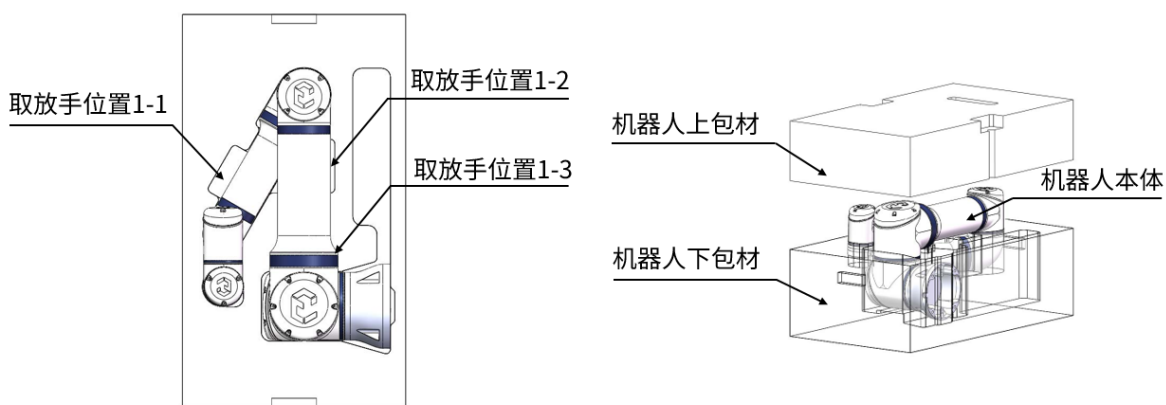

图 6-1: 机器人打包图
- CS618 机器人的打包姿态角度是：（A1: 180°、A2: -180°、A3: 150°、A4: -60°、A5: 180°、A6: -45°），如图 6-1 所示；